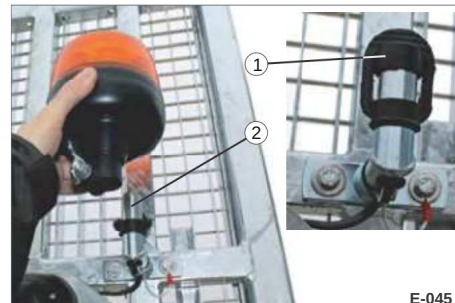

Fig. 34 Afmontering af rotorblink
• Placer gummidækslet (fig. 34/1) på konsollen for at beskytte det mod fugt/snavs.